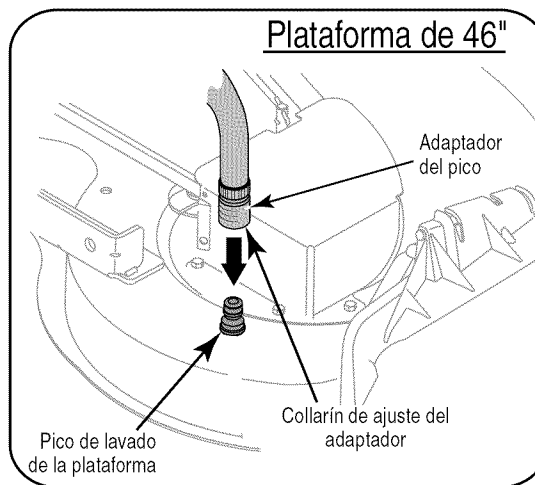

Figura 21
4. Tire hacia atrás el collarín de ajuste del adaptador del pico y empuje el adaptador hacia el pico de lavado de la plataforma en el extremo izquierdo de la plataforma de corte. Suelte el collarín de ajuste para trabar el adaptador en el pico. Vea la Figura 21.